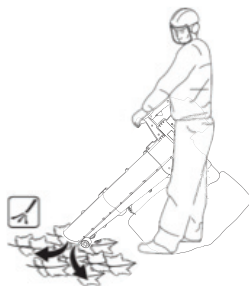

Fig. 13
2. Segure no tubo a aproximadamente 10 cm acima do solo e caminhe lentamente para a frente com um movimento de varrimento de um lado ao outro. (Fig. 13)